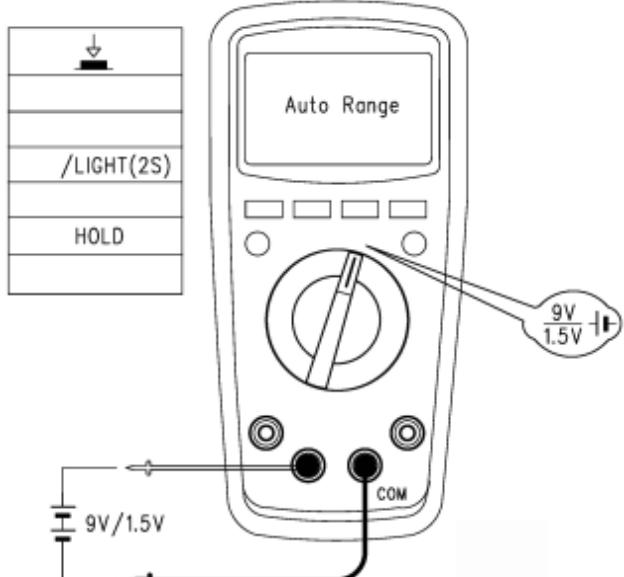

Рисунок 13
9.10. Измерение напряжения батареи (доступно только в модели UT139A) (см. Рисунок 13)